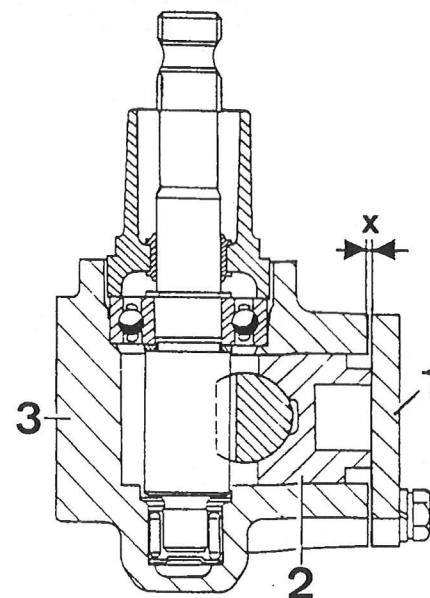

Fig. 64 – x. Folga
- Medir a folga entre a tampa e o corpo (x, Fig. 64).